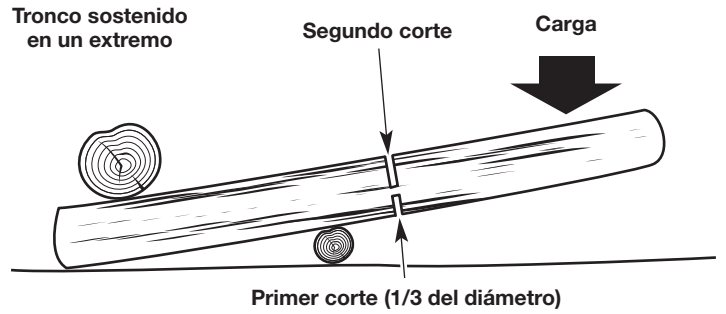

Fig. 22
- Si el tronco está sostenido en un extremo (Fig. 22), haga el primer corte desde el lado de abajo (tronzo desde abajo). Consulte *Tronzo desde abajo*.